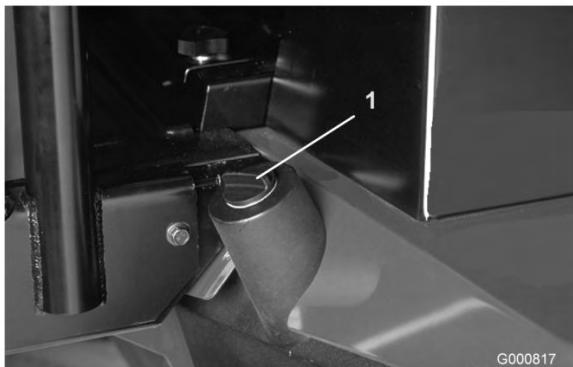

図 22
2. 油圧オイル・タンクの注油口周辺をきれいに拭き、キャップ（図 22）を外す。給油口からキャップを取りる。